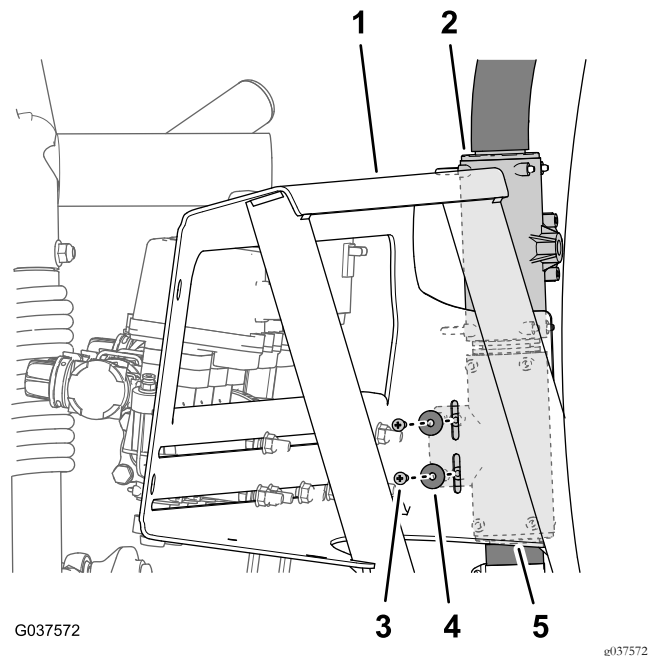

Figura 44
1. Retire os dois parafusos de cabeça Phillips (n.º 10 x 5/8 pol.) e as duas anilhas (n.º 10) que prendem a união em T inferior ao suporte da válvula (Figura 44).